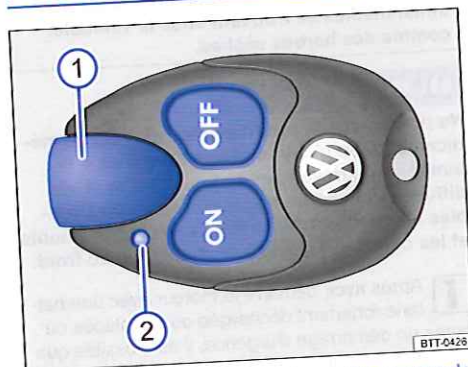

Fig. 201 Chauffage stationnaire : radiocommande
Vous obtiendrez la portée maximale en tenant la radiocommande avec l'antenne → fig. 201 ① à la verticale vers le haut. Veillez à ne pas mettre les doigts ou la main sur l'antenne.